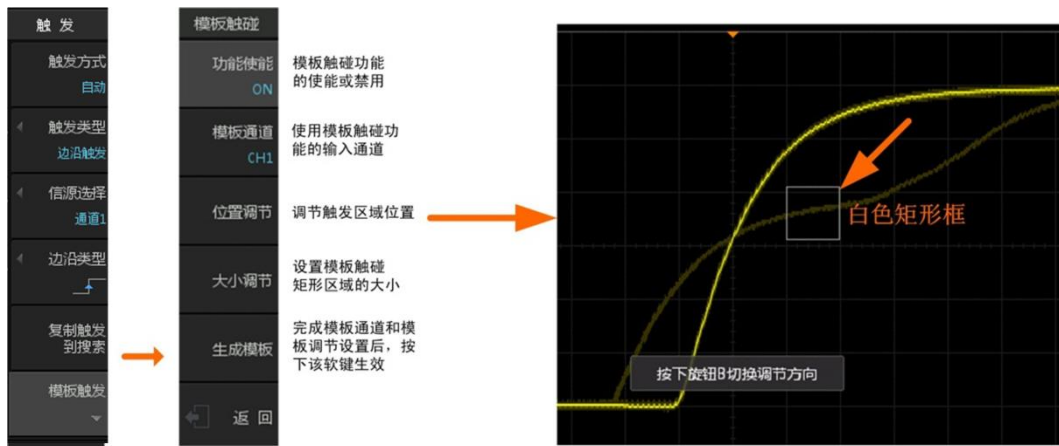

图 10.11 模板触发功能菜单
某些信号出现频率低，无法观察其特征，难以通过标准触发将信号触发出来的情况下，模板触碰对特殊信号的触发提供了便利。模板触碰功能菜单如图 10.11 所示。
- 3、点击【Trigger】进入触发菜单，点击菜单右侧相应软键【模板触发】，设置【模板使能】为“ON”，如图 10.11 所示，屏幕上出现一个白色矩形框；